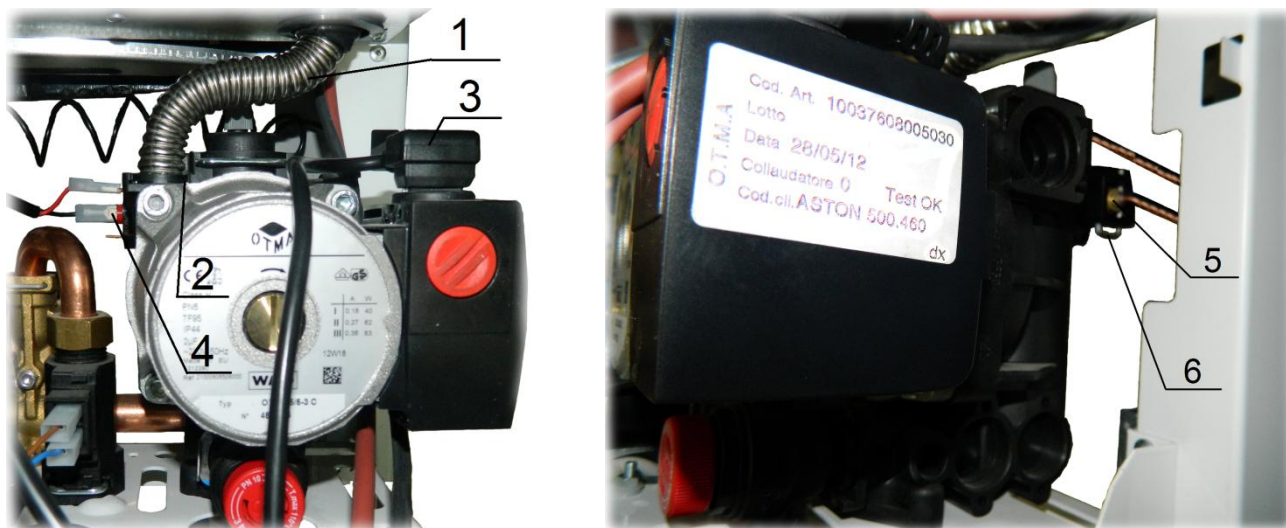

Рис. 25. Демонтаж насоса
- 5) снять скобу 2 (см. Рис. 25) крепления трубы 1 с патрубка насоса и вынуть трубу вверх;